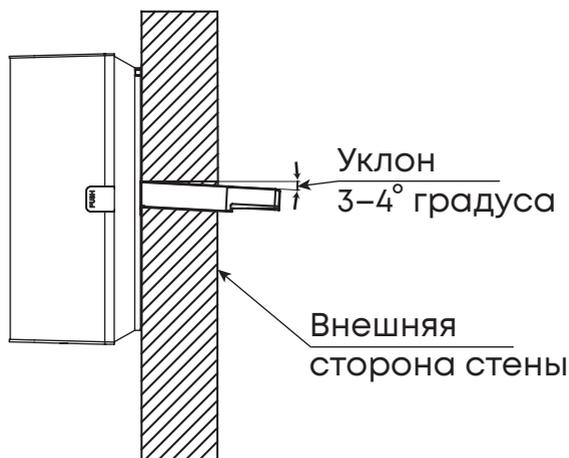

Рис. 4.
- Установите угол наклона коронки таким образом, чтобы отверстие имело уклон $3-4^\circ$ вниз в сторону улицы, как показано на Рис. 4, для того, чтобы осадки не смогли попасть с улицы внутрь помещения.